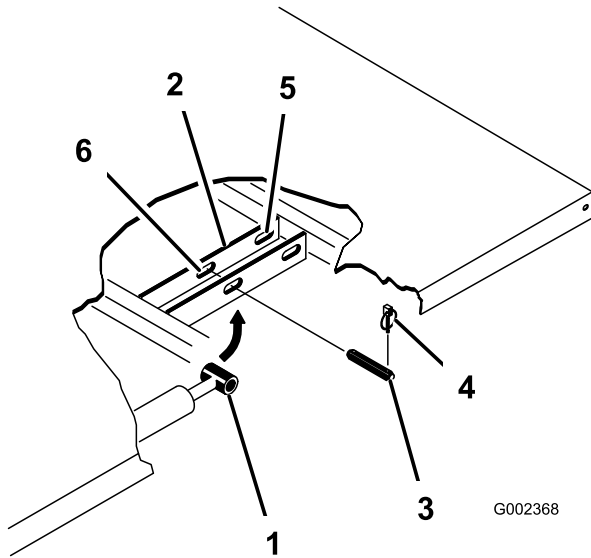

Figura 29
3. Retire los pasadores de seguridad de los extremos exteriores de los pasadores de las varillas de los cilindros (Figura 29).
4. Retire los pasadores que fijan las rótulas de las varillas de los cilindros a las chapas de montaje de la plataforma empujando los pasadores hacia dentro (Figura 29).
5. Retire los pasadores de seguridad y los pasadores que fijan las placas de giro a los perfiles del bastidor (Figura 29).